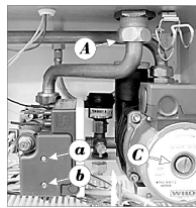

Рис. 20 – Газовый вентиль
- автоматика зажигания насажена коннектором прямо на газовый клапан (см.рис. 20);
**Замена газового клапана (см.рис. 20)**
- засечка для отвертки на крыльчатке доступна после снятия винта С в середине торца статора – см.рис. 20